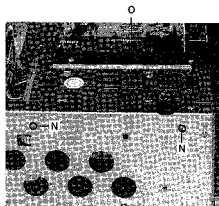

Fig. 2.9
2.11 Dépose de l'alimentation (fig. 2.9)
- Dévissez les deux vis (N) du cache latéral.